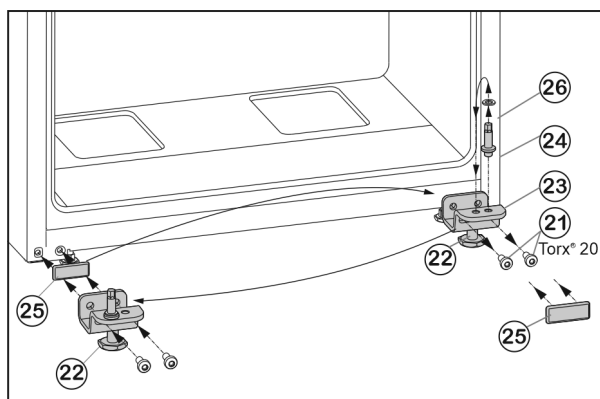

Fig. 7
- ▶ Keerake kinnituskruvid Fig. 7 (21) välja.
- ▶ Võtke alumine laagripukk Fig. 7 (23) tervikuna koos laagripoldi Fig. 7 (24), seibi Fig. 7 (26) ja seadejalaga Fig. 7 (22) maha.
- ▶ Keerake laagripolt Fig. 7 (24) tervikuna koos seibiga Fig. 7 (26) välja, paigutage vastasküljel laagripuki kinnitussavasse ümber ning kruvige taas kinni.
- ▶ Võtke katteplaat Fig. 7 (25) ettevaatlikult maha ja paigutage vastasküljele ümber.
- ▶ Kruvige alumine laagripukk Fig. 7 (23) tervikuna koos laagripoldi Fig. 7 (24), seibi Fig. 7 (26) ja seadejalaga Fig. 7 (22) akutrelli kasutades uuel šarniiriküljel taas tugevasti (4 Nm) külge.
- ▶ Asetage alumine uks ülaltpoolt laagripoldile Fig. 7 (24).
- ▶ Keerake seadejalga Fig. 7 (22) alumisest laagritoest Fig. 7 (23) välja, kuni ta toetub vastu põrandat.